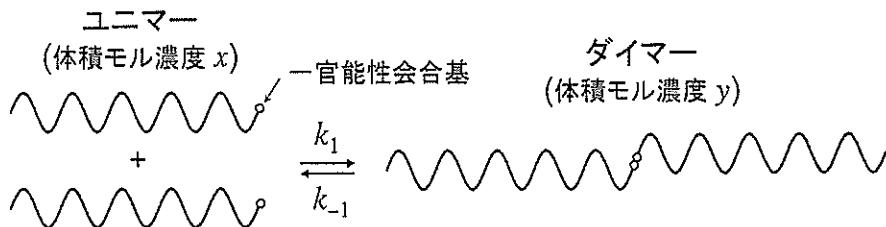

図1. 一官能性会合高分子系の模式図
- (2) (1) の会合性 PI メルト系の室温における粘度は、ユニマーと同一分子量ではあるが非会合性の PI メルト系の同一温度における粘度と比べて大きいか小さいかを、線形粘弾性域における高分子の緩和時間、緩和強度と粘度の関係に基づいて説明せよ。なお、いずれの系でも、絡み合いはないとする。
- (3) 図 1 のメルト系中のユニマー濃度を x とし、会合反応と解離反応の速度定数を k_1, k_{-1} とする。全ての鎖がユニマーとなる場合の鎖濃度 a および k_1, k_{-1} を用いて、 x の時間変化は下式で記述される。
- 式 (I) に基づいて、ユニマーとダイマーの平衡濃度 x_{eq} と y_{eq} を a および速度定数比 $r = k_{-1}/k_1$ を用いて表現せよ。また、この表現の導出過程も簡潔に示せ。
- (4) メルト系の質量密度は、ユニマー分子量 M には依存しない。このことを考慮して、温度、圧力を一定に保ったまま M を大きくすると、ユニマーに対するダイマーの平衡濃度比 $y_{\text{eq}}/x_{\text{eq}}$ は増加するか減少するかを答えよ。また、その理由も簡潔に示せ。なお、速度定数比 r は M に依存しないとせよ。
- (5) 時刻 $t = 0$ において $x = a$ という初期条件の下で式 (I) を解き、 x をユニマーの $t = 0$ における濃度 a と平衡濃度 x_{eq} 、時間 t 、および $\lambda = 2k_{-1}\sqrt{1+4a(k_1/k_{-1})}$ と定義される因子 λ を用いて表せ。また、解を得る過程も簡潔に示せ。